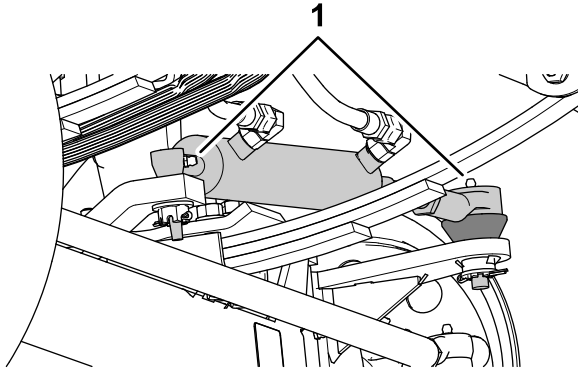
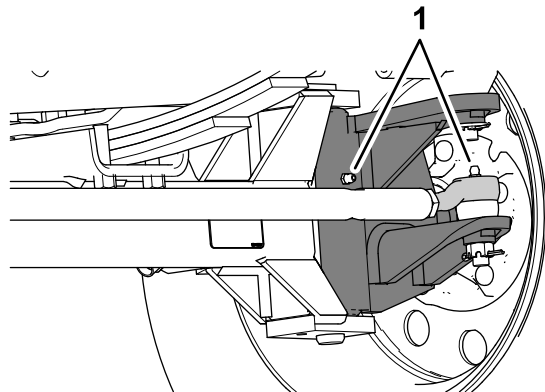

Bild 103
Bild 104
1. Wischen Sie die Schmiernippel mit einem sauberen Lappen ab (Bild 103 und Bild 104).
2. Pressen Sie Fett in die Schmiernippel (Bild 103 und Bild 104).
Hinweis: Die Positionen der Schmiernippel sind in Bild 103 abgebildet.